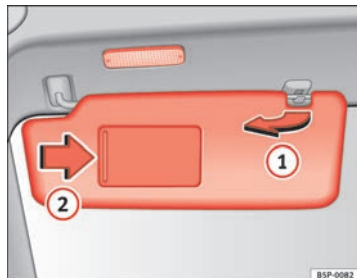

Fig. 82 Parasol del lado del conductor
Los parasoles del conductor y del acompañante pueden extraerse de sus soportes centrales y girarse hacia las puertas ⇒ fig. 82 ①.